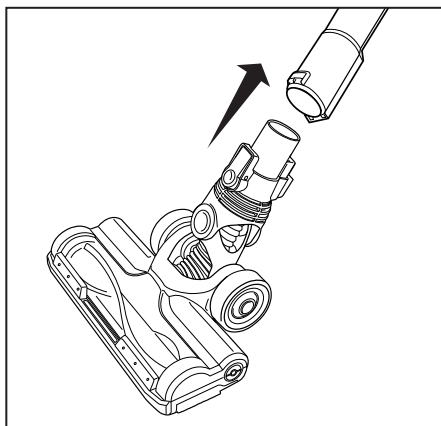

Fig. 2
2. Conecte el extremo hembra de la varilla de metal a la boquilla para pisos o a los accesorios que necesite usar (Fig. 2).